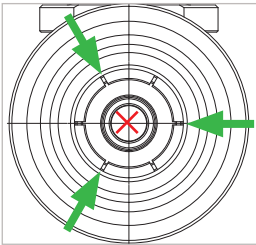

Figure 7
Remarque : veillez à ce qu'aucun détergent ne pénètre dans la conduite de gaz (*Figure 7*).
- ▶ Vaporisez brièvement une fois le lubrifiant avec le petit tube entre chaque deuxième pince de serrage (Figure 7).
Attention : le lubrifiant ne doit pas être vaporisé dans la conduite de gaz (Figure 7).